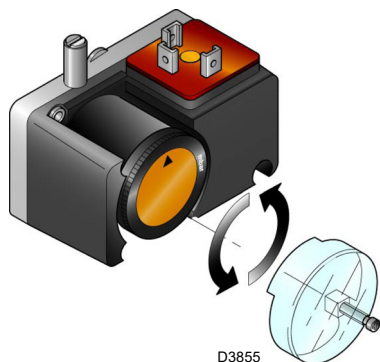

Abb. 33
- Regeln Sie den Druckwächter zur Kontrolle der Dichtheit (Kit PVP)(Abb. 33 auf Seite 34), wenn vorhanden, gemäß den dem Kit beiliegenden Anweisungen.
Regeln Sie den Druckwächter zur Kontrolle der Dichtheit (Kit PVP) (Abb. 33), wenn vorhanden, gemäß den dem Kit beiliegenden Anweisungen.